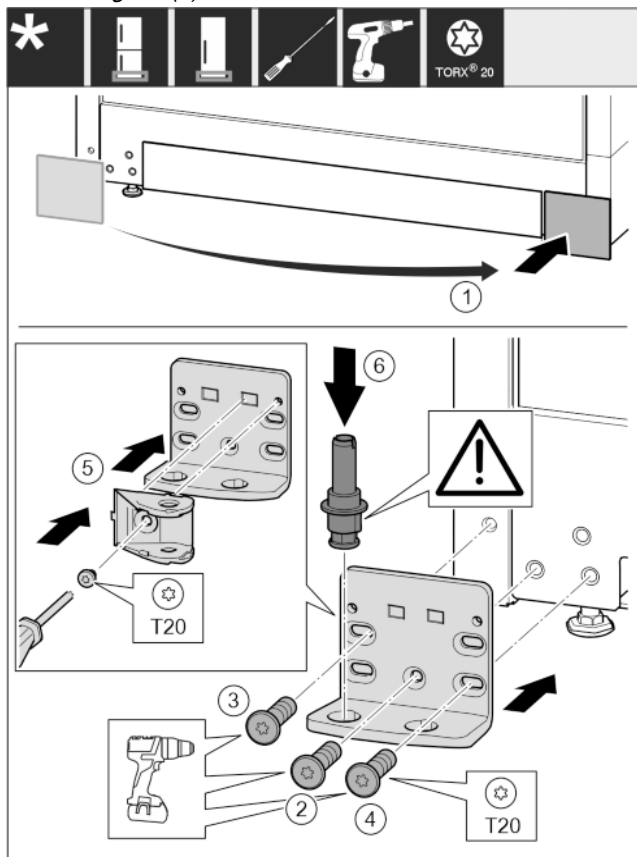

Fig. 28
- ▶ Свалете напак и го поставете от другата страна. *Fig. 28 (1)*
- ▶ Поставете лагерната стойка от другата страна и я завийте с помощта на отвертка T20. Започнете с винт 2 долу в средата. *Fig. 28 (2)*
- ▶ Затегнете винт 3 и 4. *Fig. 28 (3,4)*
- ▶ Завъртете съединението на затварящия демпфер на 180°. От другата страна на лагерната стойка завийте с отвертка T20. *Fig. 28 (5)*
- ▶ Вкарайте изцяло лагерния болт. При това обърнете внимание на това, фиксиращата гърбица да сочи назад. *Fig. 28 (6)*